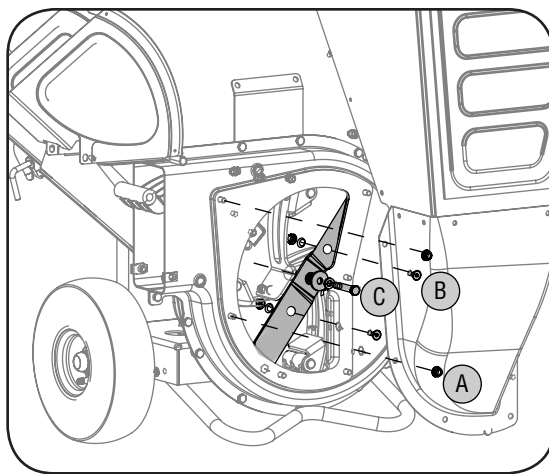

Figura 5-4
- a. Saque las seis tuercas con reborde que sujetan la guía de ingreso de la tolva a la caja del motor. Vea la Figura 5-4.
- b. Saque los dos tornillos hexagonales internos, las tuercas de seguridad hexagonales y arandelas de seguridad que sujetan la cuchilla de la trituradora al motor. Vea la Figura 5-4.
- c. Saque el perno hexagonal, la arandela de seguridad y la arandela plana para liberar totalmente la cuchilla de la trituradora. Vea la Figura 5-4.